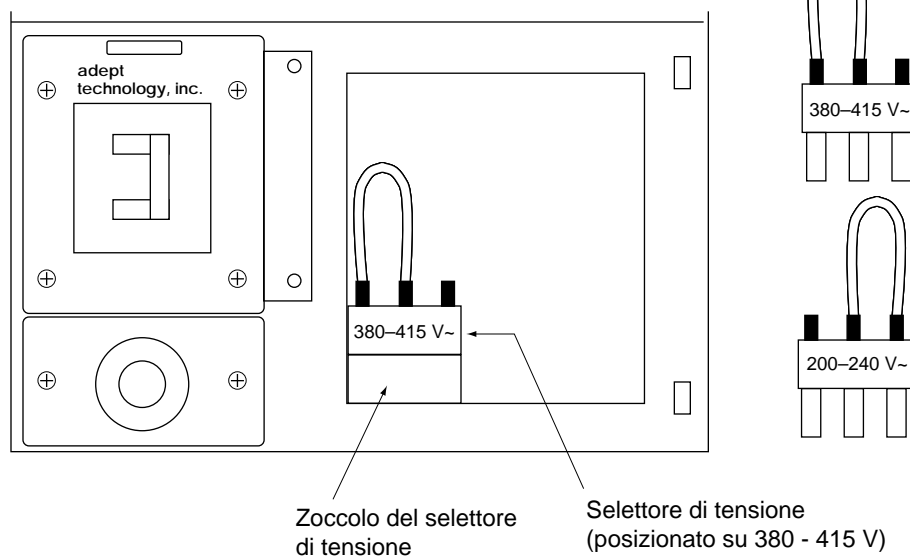

Figura 2-19. Variazione della tensione nel telaio alimentazione
3. Controllare l'impostazione della tensione; è contrassegnata sulla parte anteriore della presa del selettore di tensione. Per modificare l'impostazione della tensione, rimuovere il selettore, ruotarlo di 180° in modo che indichi il valore richiesto e riporlo. Vedere la Figura 2-19.